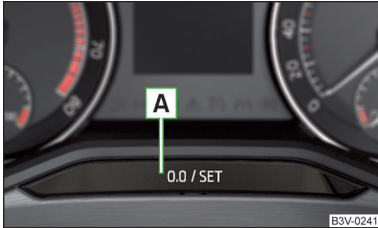

Abb. 35
- › Die Taste **A** » Abb. 35 drücken und gedrückt halten, bis im Display der Menüpunkt **Service** angezeigt wird.